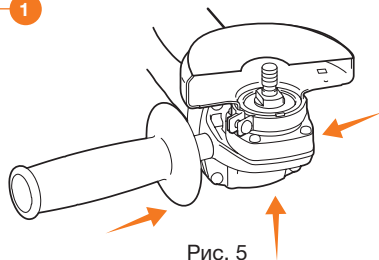

Рис. 5
- Установите рукоятку, закрутив ее в одно из трех положений (Рис. 5).